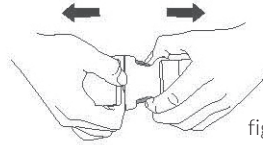

fig.13
- Sganciare la fibbia della cinghia addominale (vedere fig.13).